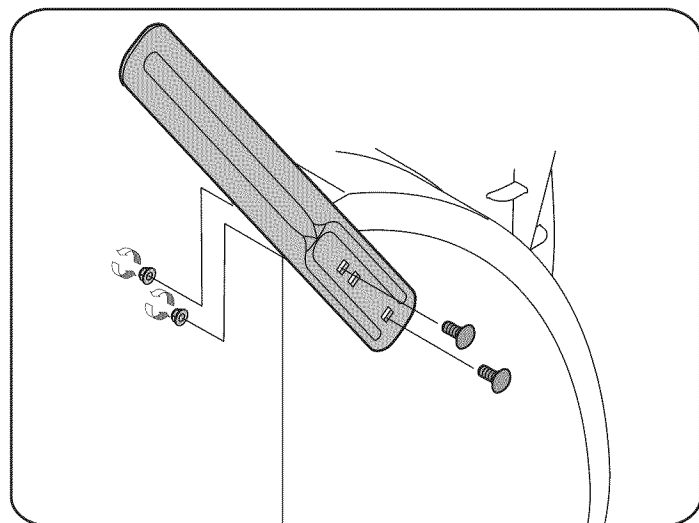

Figure 7
2. Gire a la deriva y la posición en torno a los cortadores de ellos, como se muestra en la Fig. 7 to the outside of the auger housing.